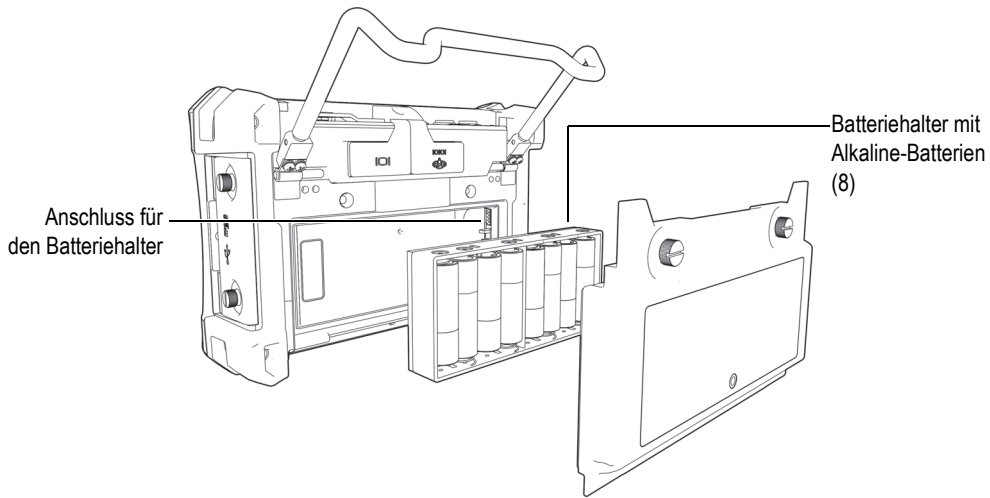

Abbildung 1-12 Batteriehalter für Alkaline-Batterien
6. Setzen Sie den Batteriehalter in das Akkufach ein (siehe Abbildung 1-12 auf Seite 38).